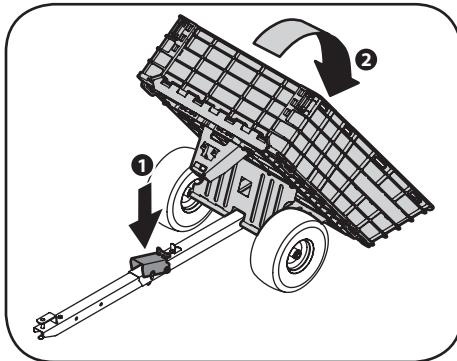

Figura 5-2
- El contenido del remolque se puede descargar presionando hacia abajo sobre el pedal de descarga de la lengüeta. Consulte la Figura 5-2.